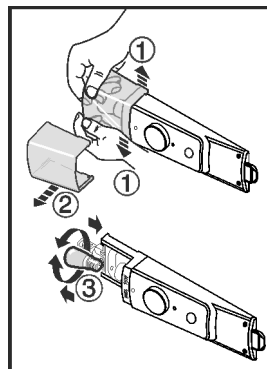

Fig. 10
- ▶ Натиснете навън капака на лампата в предната част отвътре съгласно фигурата Fig. 10 (1) и го изтеглете настрани Fig. 10 (2).
- ▶ Сменете лампата. Fig. 10 (3)